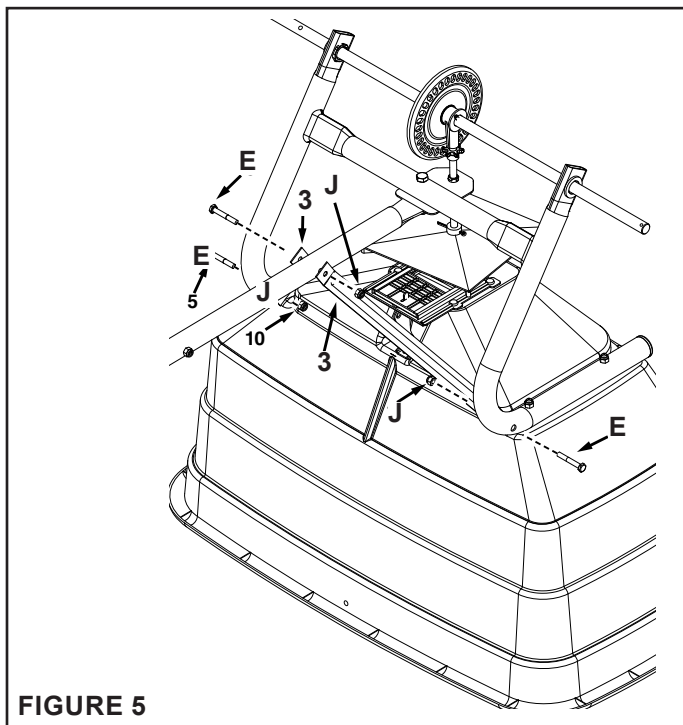

FIGURE 5
ÉTAPE 5 : (VOIR FIGURE 5)
- Fixez les renforts d'attelage (3) au châssis à l'aide de deux boulons de 1/4 po x 1-3/4 po (E) et d'écrous de 1/4 po (J). Installez les renforts sur le tube d'attelage à l'aide du boulon de 1/4 po x 1-3/4 po (E) et de l'écrou de 1/4 po (J). Voir figure 5.